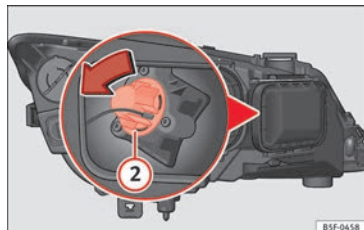

Fig. 209 Ampoule du clignotant.
- Tournez le support d'ampoule » **fig. 209** (2) vers la gauche puis tirez.